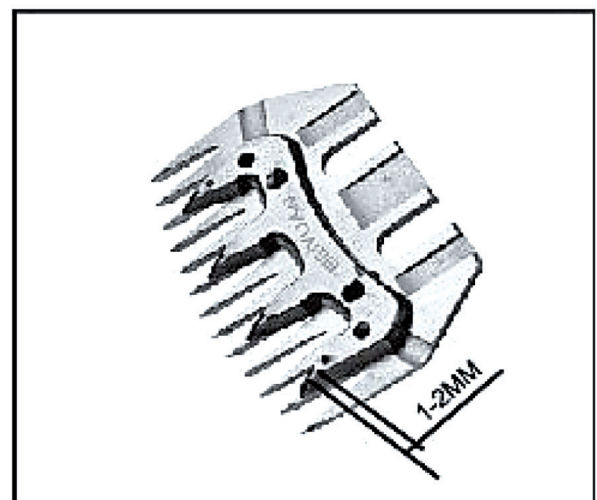

Bild 6: Abstand zwischen oberem und unterem Messer
1.1 Stellen Sie die Position der Messer ein und stellen Sie sicher, dass zwischen der Spitze des Messerteils und der Spitze der Schaufel in der planimetrischen Position (siehe Abb. 6) ein Abstand von 1,5-2 mm besteht, damit Fett oder Schmutz auf den Schafen die Bewegung der Messer nicht beeinträchtigt.